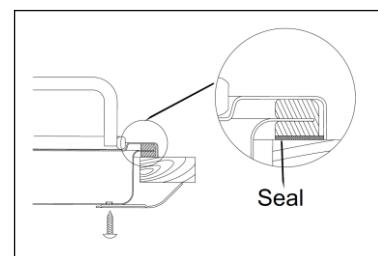

Рисунок 7
- Закрепите варочную панель соответствующими крепежными зажимами и винтами, как показано на схеме. После затягивания винтов излишнее уплотнение можно удалить (см. Рисунок 7\*).